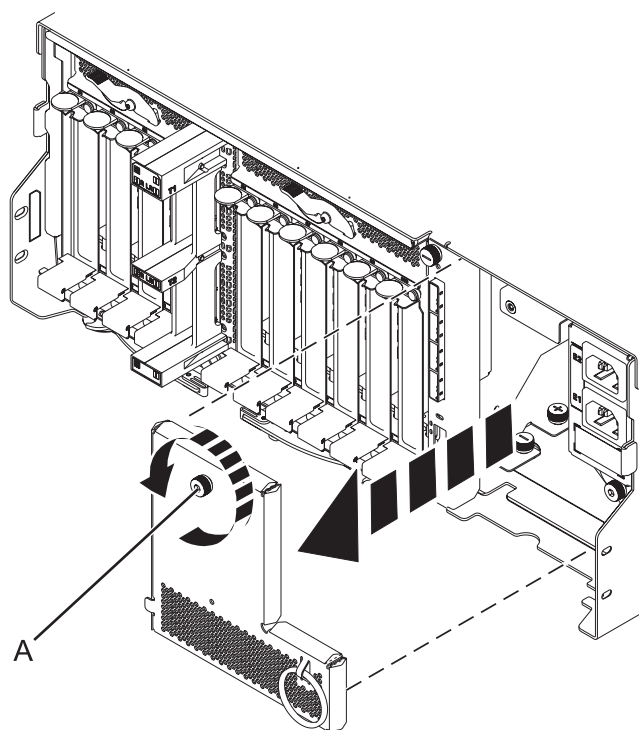

Figura 86. Extracció de la placa de cables d'alimentació
10. Traieu la placa de cables d'alimentació girant el cargol (A) i estirant de la placa per treure-la del sistema, com es mostra a la Figura 86.